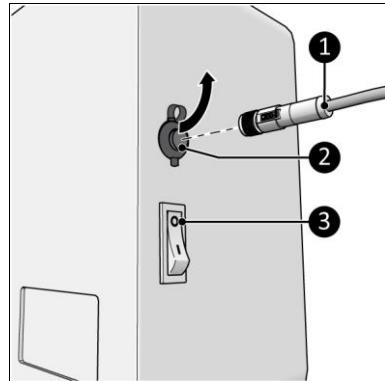

Figura 12
1. Asigurați-vă că întrerupătorul ON/OFF (PORNIT/OPRIT) se află în poziția OFF (OPRIT) (Figura 12, poz. 3).
2. Cuplați conectorul senzorului de temperatură (Figura 12, poz. 1) la mufa senzorului (Figura 12, poz. 1).
2. Setați întreupătorul ON/OFF (PORNIT/OPRIT) în poziția OFF (OPRIT) (Figura 12, poz. 3).